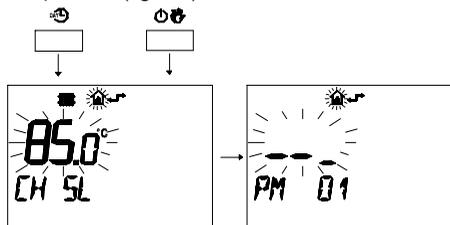

fig. 7.4
- 2 Premere contemporaneamente i pulsanti  e  per entrare nella programmazione trasparente (fig. 7.4)